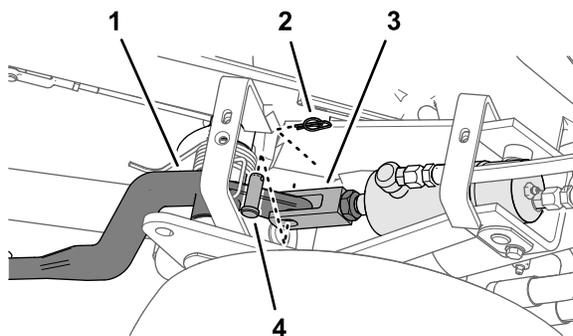
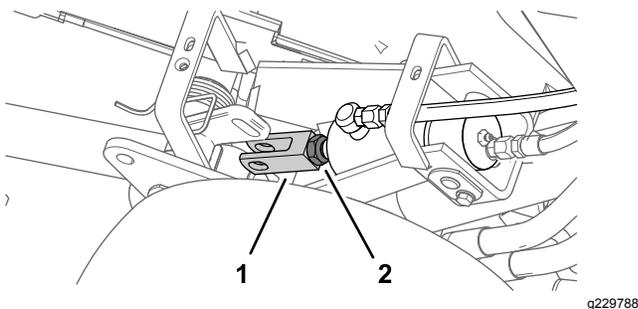

図 48
図 49
- 調整する昇降シリンダのクレビスフィッティングを固定しているジャムナットをゆるめる 図 48。
- リテーナピンとクレビスピンを抜き取る 図 48。
- クレビスを回して適当な高さにする 図 49。
6. クレビスフィッティングを昇降アームに組み付けてクレビスピンとリテーナピンで固定し、ジャムナットを締め付ける 図 48 と 図 49。